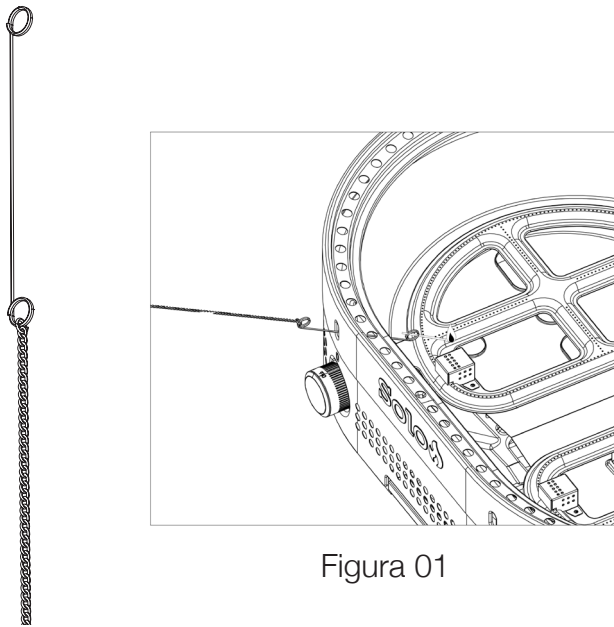

Figura 01
3. Con el soporte de fósforos extendido, inserte el fósforo encendido en la plancha hasta que esté sobre el tubo del quemador. El tubo debe encenderse. (Ver Figura 01)